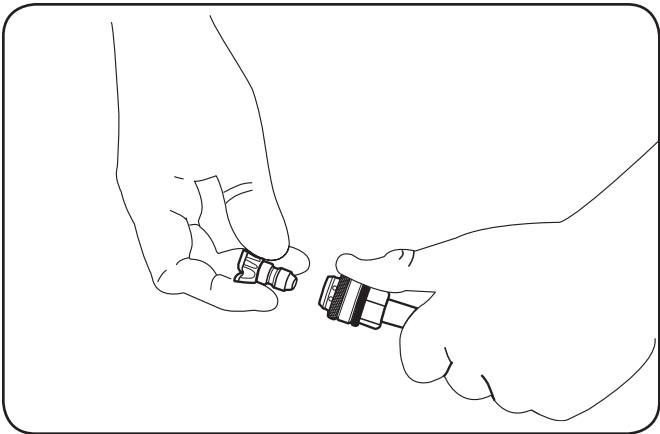

Figure 4-2
1. Pousser vers l'arrière le coupleur à branchement rapide et insérer la buse. Voir Figure 4-2.